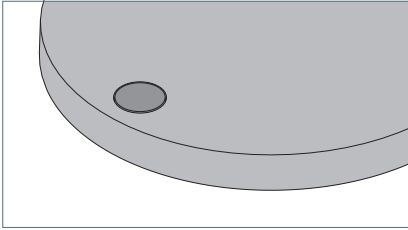

Fig. 3: Touche.
- ▶ Appuyez brièvement sur la touche, voir Fig. 3.
- ▶ Appuyez sur la touche et tenez-la appuyée, voir Fig. 3.
- ▶ Appuyez sur la touche et tenez-la appuyée pendant dix secondes jusqu'à ce que le luminaire commence à s'allumer à intervalles réguliers, voir Fig. 3.